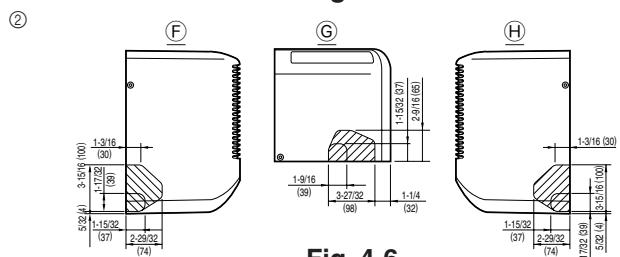

Fig. 4-6
② Définir la position des orifices à dégager sur le corps de l'appareil (Fig. 4-6)